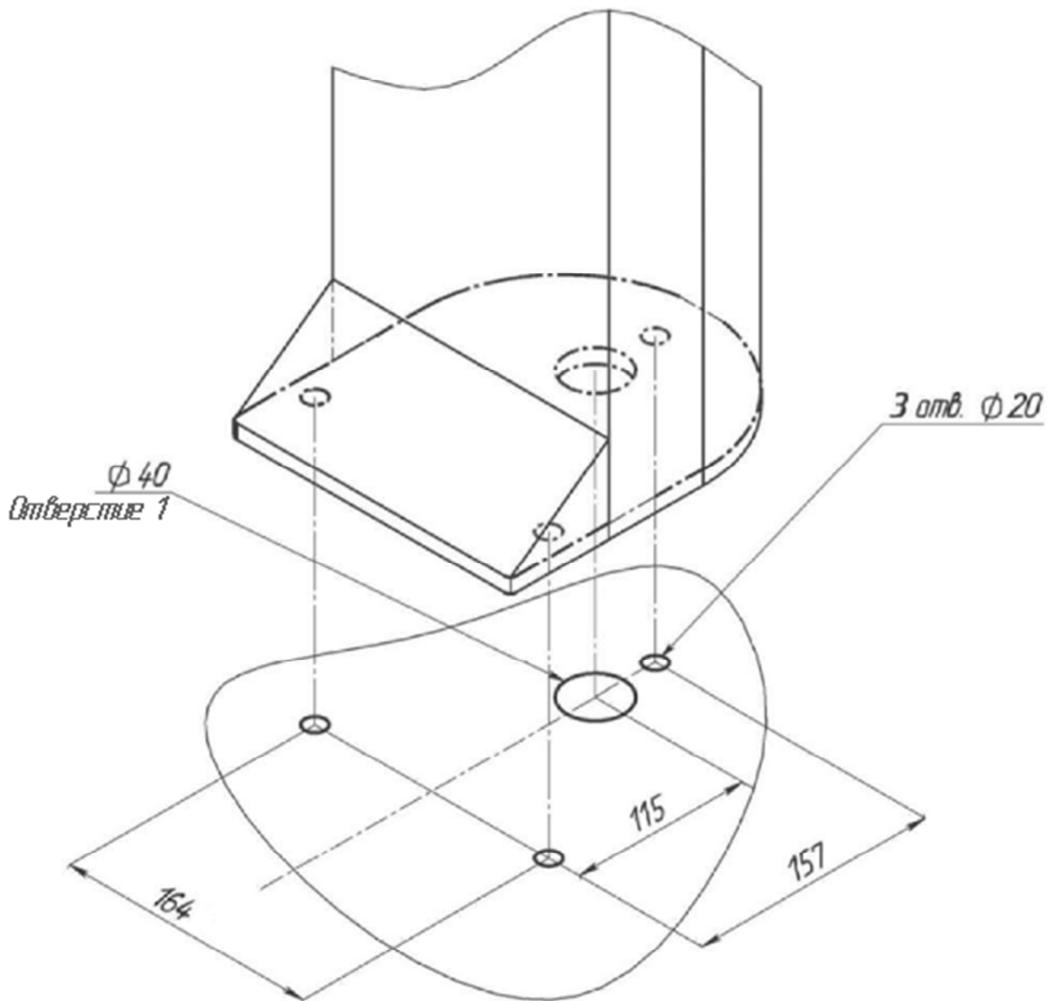
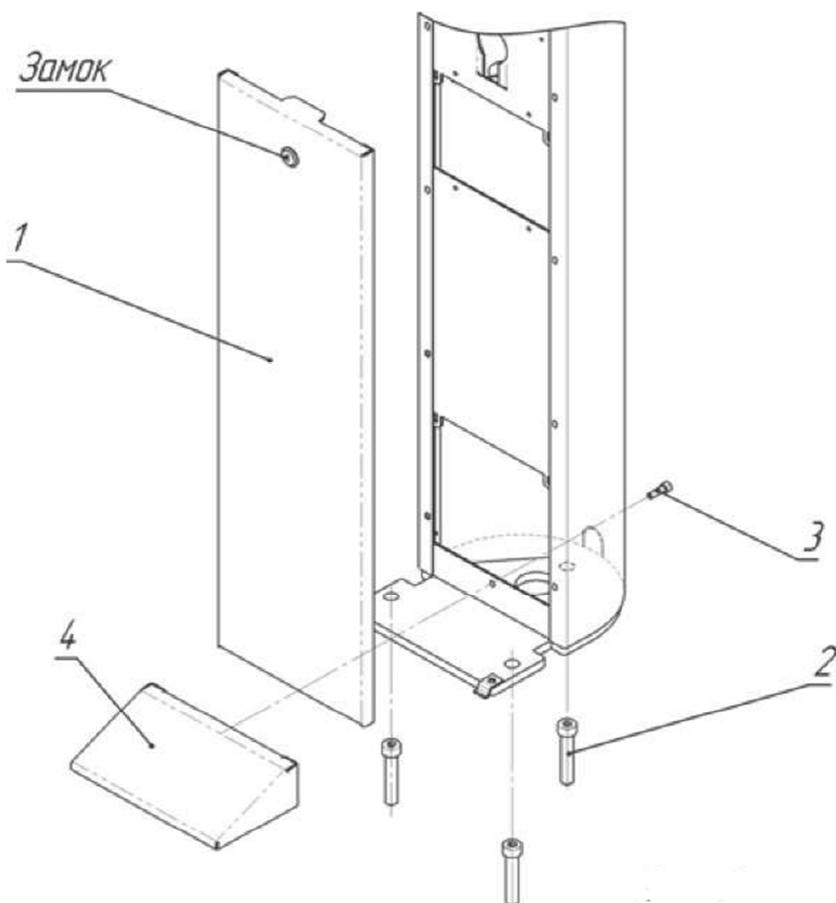
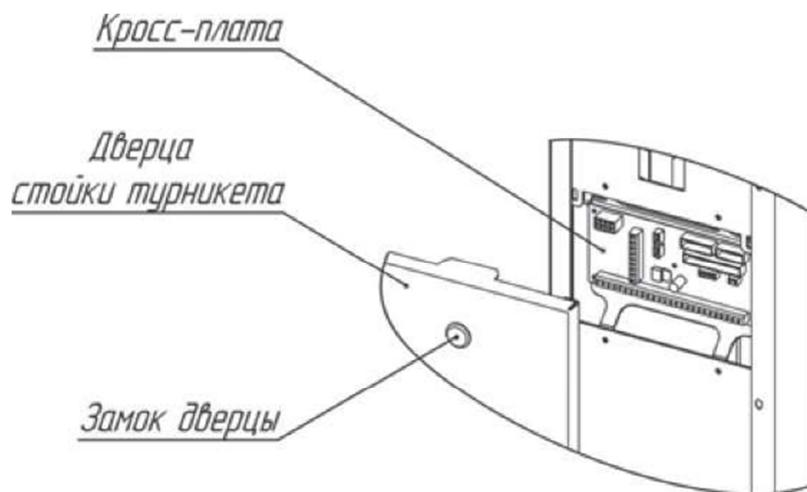

Рис. 4. . Установочные размеры
Рис. 5. . Схема установки турникета
Рис. 6. Расположение кросс-платы на стойке турникета
4.2.3. По установочным размерам (рис. 4), подготовьте 3 отверстия диаметром 20 мм в полу под анкеры крепления стойки турникета. Расположение монтажных отверстий относительно внешних габаритов турникета представлено в Приложении 3(рис. 11). Глубина закладного отверстия должна превышать длину анкера на 5 мм. Вставьте анкеры в отверстия.
4.2.4. Подводка кабелей производится через отверстие 1 (рис. 4) в нижней плите турникета. Необходимо подготовить штробу для прокладки кабелей.
4.2.7. Установите стойку турникета на подготовленную площадку (рис. 4). Используя ключ, откройте замок и снимите дверцу (1,рис. 5). Заведите в корпус турникета кабели от ПУ, БП и, при необходимости, кабели СКУД и ОПС. Подводка кабелей производится через отверстие 1 в нижней плите турникета (рис. 4). Закрепите кабели кабельными стяжками.
4.2.8. Совместите отверстия в стойке турникета с анкерами в полу. Проверьте вертикальность установки в 2-х плоскостях, при необходимости используйте стальные прокладки требуемой толщины для правильной установки турникета. Закрепите стойку турникета тремя винтами M12 (2,рис. 5), закрутив их в соответствующие анкеры, используя ключ для винта с внутренним шестигранником S10. Установите крышку основания (4,рис. 5) и зафиксируйте ее винтом M6, приложенным в комплекте поставки (3,рис. 5). Установите дверцу (1,рис. 5) в исходное положение и закройте ее на замок.
Подключение БП, ПУ и СКУД осуществляется с помощью кросс-платы. Для этого необходимо открыть дверцу стойки турникета (1,рис. 5), используя ключ. На рис. 6 показано расположение кросс-платы на стойке турникета.